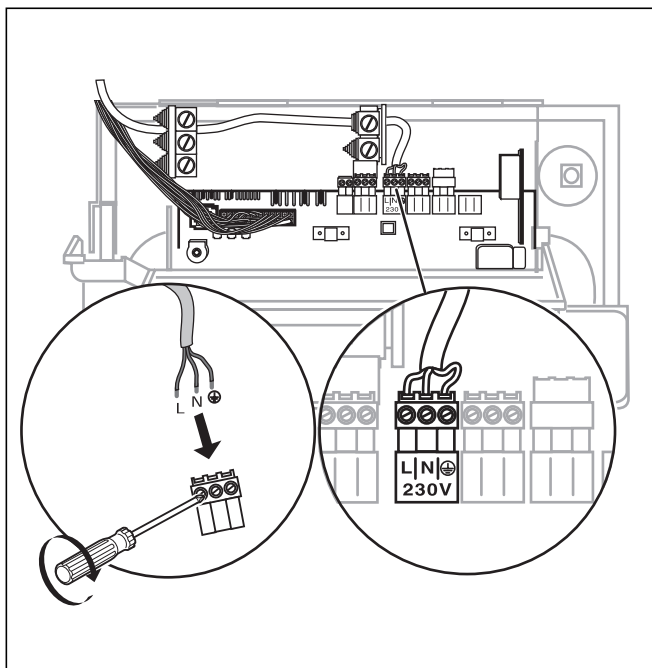

Рис. 5.1 Подключение сетевого кабеля
Электромонтаж должен быть выполнен аттестованным специалистом специализированного лицензированного предприятия, который несет ответственность за выполнение существующих правил, предписаний и нормативных актов. Мы обращаем особое внимание на действующие национальные предписания и требования энергоснабжающей организации. Газовые отопительные котлы Vaillant для облегчения электромонтажа оснащены системой соединительных штекеров ProE и готовы к подключению. Сетевой кабель и все другие соединительные кабели (например, от отопительного насоса) могут быть присоединены к предназначенным для них штекерам системы ProE (см. рис. 5.1 и 5.2). Сетевой кабель и кабели малого напряжения (например, линии питания датчиков) должны быть проложены отдельно.
- Выполните жесткий монтаж сетевого кабеля к штекерам ProE (см. рис. 5.1).